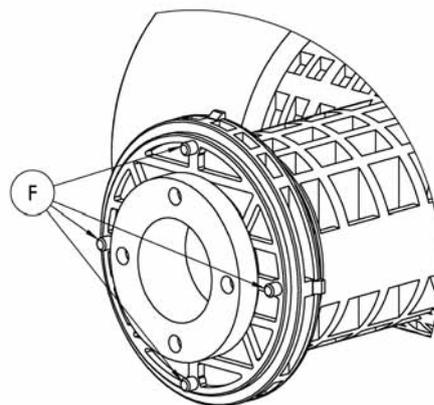

Fig. 2
- 1 Desserrer et déposer les vis du couvercle (A)
- 2 Dévissez et déposer la pièce (B) du groupe d'indication (C).
- 3 Déposer avec précaution et sans exercer trop de pression, les 4 clips situés au fond du logement (D) et extraire le boîtier indicateur par le collier du tube de mesure.
- 5 Reposer le boîtier indicateur dans l'alignement des 4 clips situés au fond du logement (D) au moyen des goupilles de centrage (F) situées sur le collier du tube de mesure (Fig. 2)
- 6 Remonter le groupe d'indication (C) en accordant une attention particulière à l'alignement de l'index avec le repère correspondant situé sur la face avant (E).